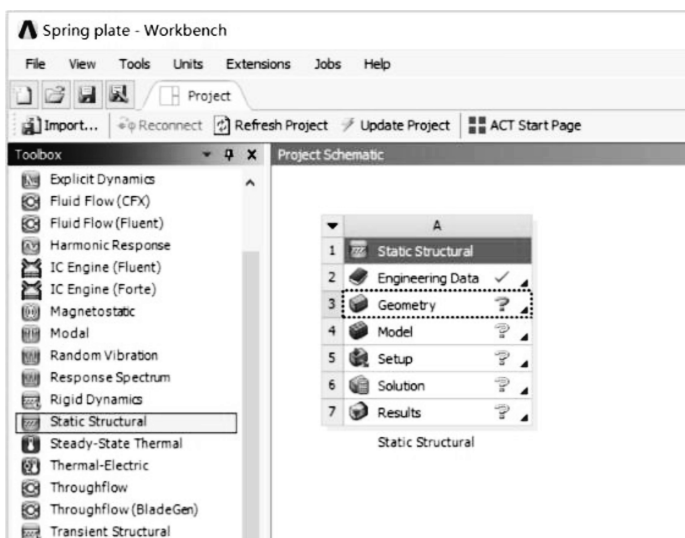

图 2-2 创建结构静力分析
(1) 在工具箱【Toolbox】的【Analysis Systems】中双击或拖动结构静力分析【Static Structural】到项目分析流程图，如图 2-2 所示。